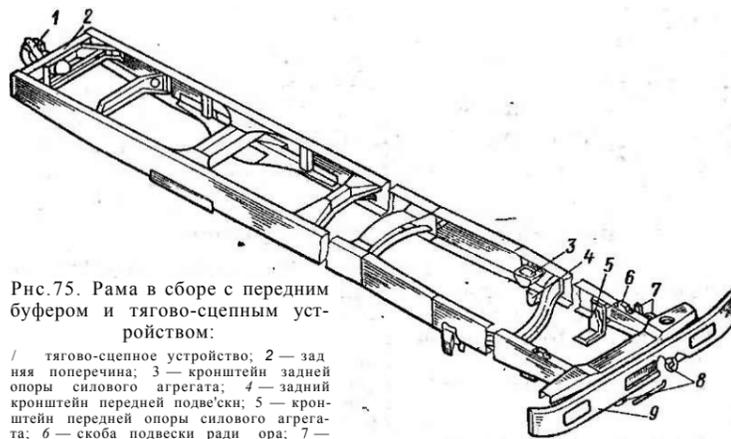

Рис. 75. Рама в сборе с передним буфером и тягово-сцепным устройством:
**Рама** (рис. 75) автомобиля штампованная, клепаная, состоит из двух лонжеронов швеллерного переменного сечения, соединенных поперечинами. Спереди рама имеет буфер. К передним концам лонжеронов прикреплены болтами буксирные крюки.